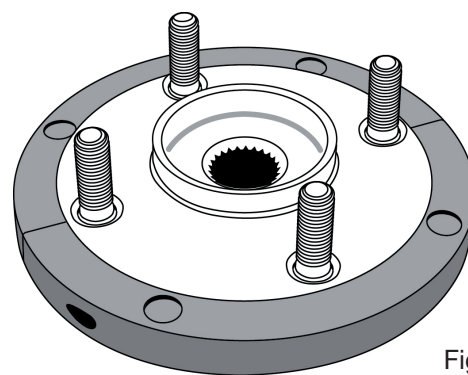

Fig 2
- Inizialmente inserire l'adattatore (I) assicurandosi che non vada ad interferire con il sensore ABS.
- Fare riferimento alla Fig. 2: assemblare i gusci per l'inserimento (A) sul nuovo cuscinetto / flangia e fissarli con le viti di fermo, (D) presenti nella dotazione.
- Assemblare i quattro perni (E) alla piastra (B). L'o-ring di gomma sul perno lo fisserà nell'attacco della piastra.